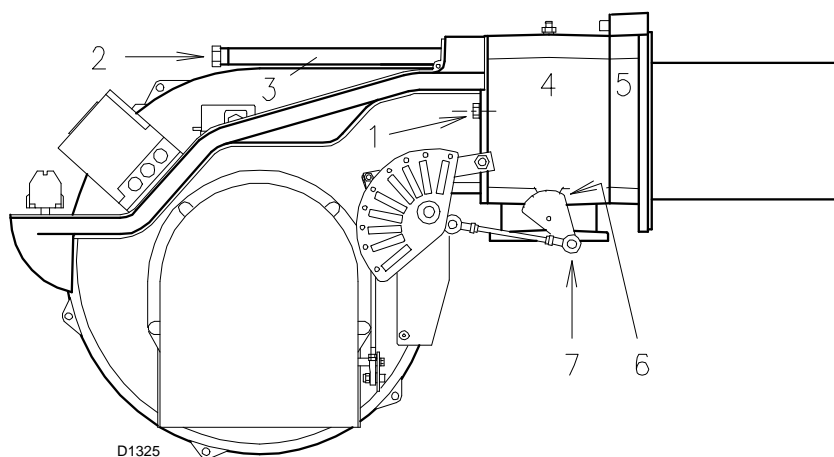

图 17
- 插好探针及电极电缆，然后将燃烧器推离管路连接处至图 17 所示位置；